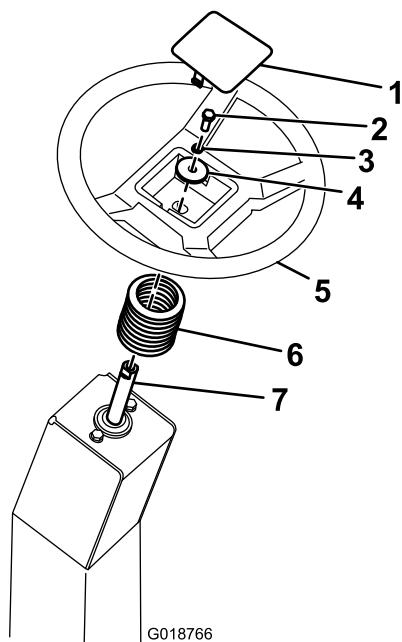

Figura 5
1. Faça deslizar a cobertura da coluna de direcção sobre a coluna (Figura 5).